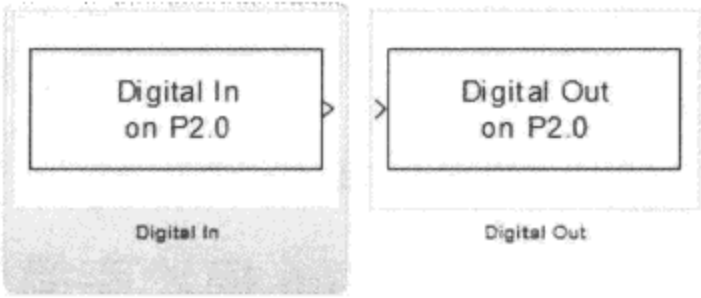

图 6.1.3 数字信号输入/输出子库
(2) 数字信号输入/输出。该子库包含 Digital In 和 Digital Out 两个模块,如图 6.1.3 所示。Digital In 和 Digital Out 模块用于从指定的端口或引脚输入/输出逻辑电平值。